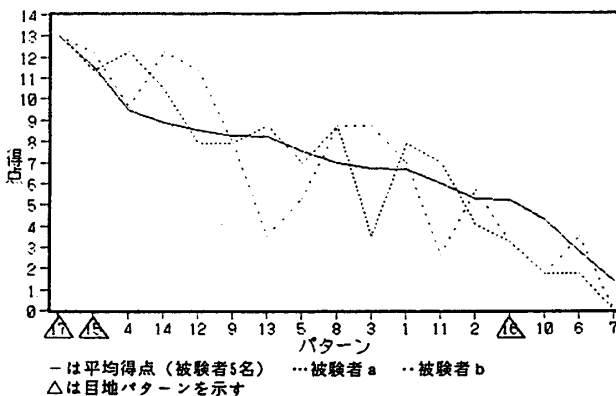

図4 柄パターンと目地パターンの平均得点の比較
図4は、表1、2の全てのパターンを対象とした実験結果である。これを見ると、昨年最も得点の高かった⑭及び昨年中位の⑬が1、2番を占め、昨年最も得点が低かった⑥よりもさらに得点の低い柄パターンがあった。この実験は、被験者が少ないため信頼性は低いが、幾何学的な目地パターンに比べ、自然の模様を中心とする柄パターンはかなり見にくいという、経験的にも納得できる結果であった。